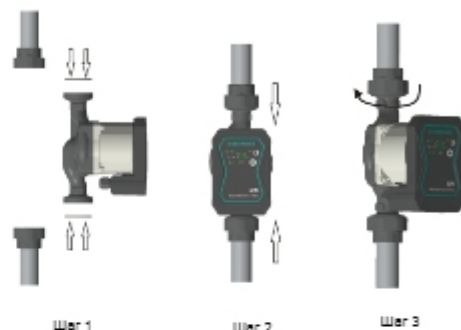

Рисунок 1
1. При установке насоса в трубопровод необходимо установить две входящие в комплект герметичные прокладки (как показано на Рисунок 1).
8.3.1 При регулировке перепускного клапана убедитесь, что насос находится в режиме I скорости I. (рисунок 1)